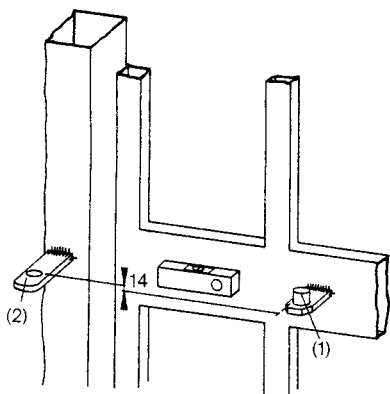

Bild 2
- Drehtor- (1) bzw. Torpfeilerscharnier (2) abhängig von Torkonstruktion in zweckmäßiger und optisch ansprechender Höhe anschlagen, waagrecht positionieren und anheften. (Bild 2, 4, 5).